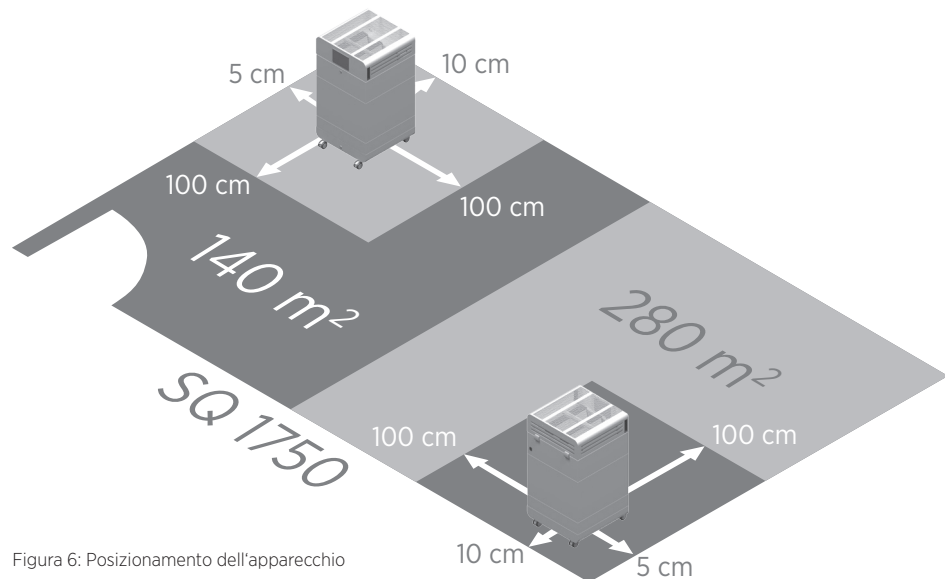

Figura 6: Posizionamento dell'apparecchio
- Mantenere una distanza ottimale tra pareti e oggetti, come specificato nella Figura 6.